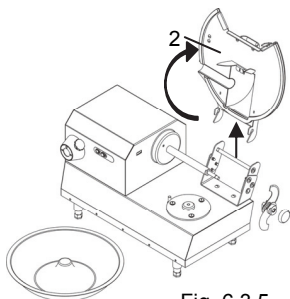

Fig. 6.3.5
- À présent se présente une surface lisse et facile à nettoyer. Fig. 6.3.5.